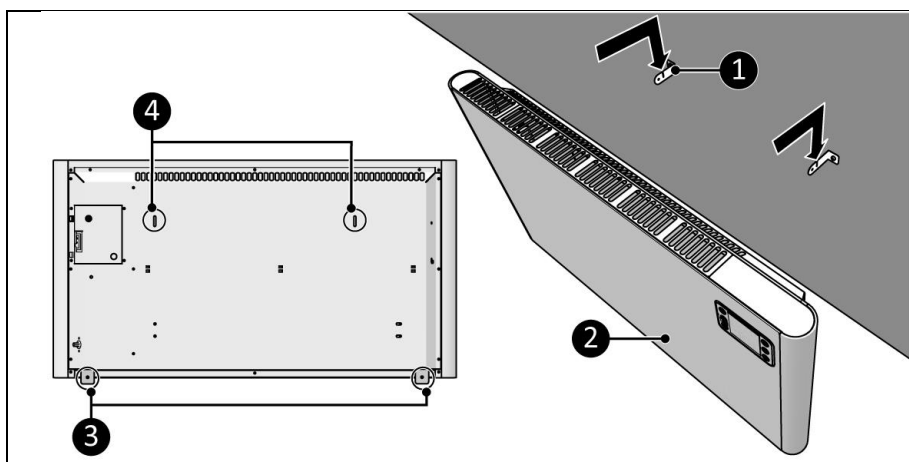

Figure 11
9. Placez les trous des supports (Figure 11, pos. 4) sur les supports muraux (Figure 11, pos. 1).
10. Laissez l'appareil (Figure 11, pos. 2) tomber dans les ouvertures des supports muraux (Figure 11, pos. 1).
11. Utilisez les supports de l'appareil (Figure 11, pos. 3) pour marquer la position du trou inférieur sur le mur.
12. Retirez l'appareil des supports muraux (Figure 11, pos. 1).
14. Remplacez l'appareil (Figure 11, pos. 2) sur les supports muraux (Figure 11, pos. 1).